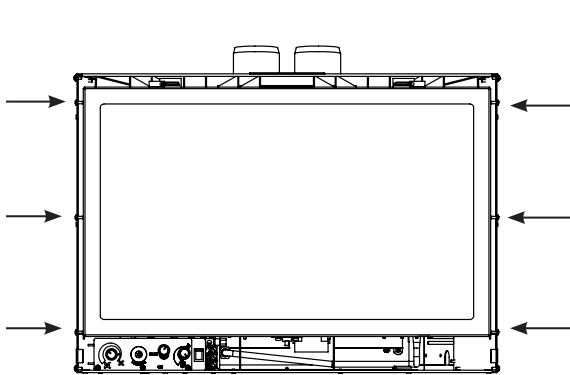

Figure 40: Emplacement des vis de montage.
1. Installez les deux supports du panneau ajustable sur l'unité E30 aide d'un tournevis Torx T-20. Voir les figures 40 et 41 pour les emplacements de montage à vis. Il existe trois séries de motifs de trous sur les supports en fonction du Panel Surround est en cours d'installation. Voir les figures 42-44.